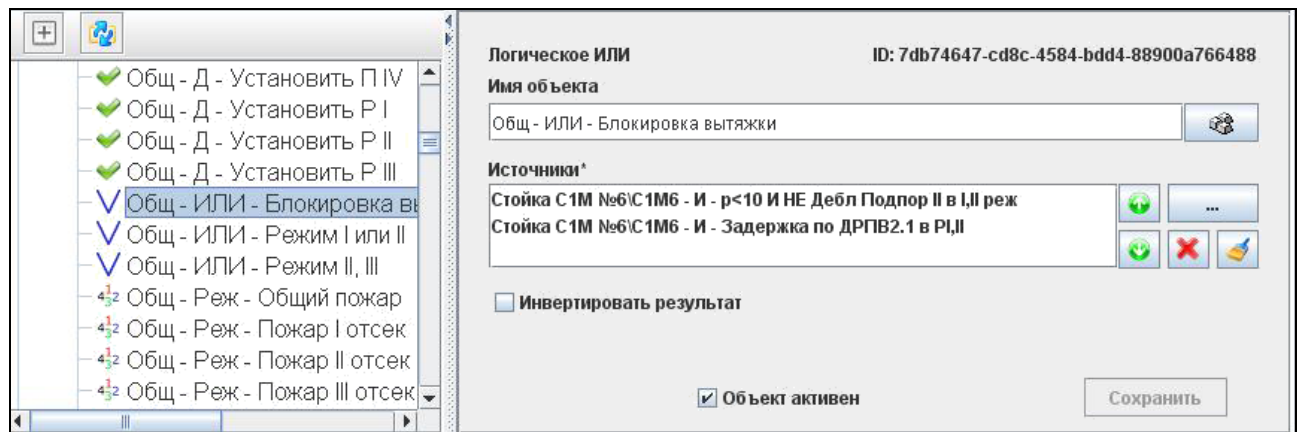

Рисунок 34 — Элемент «Логическое ИЛИ»
3.10.42.1. Группа дискретных устройств, объединенных в логическое И (рис. 34). Дискретное устройство — это устройство, которое имеет состояние, принимающее значения «Включен» или «Выключен».